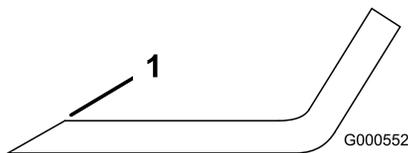

Figure 55
1. Au moyen d'une lime, affûtez les tranchants aux deux extrémités de la lame (Figure 55).
Remarque: Si la lame est déséquilibrée, limez un peu l'extrémité de la partie relevée seulement (Figure 55).